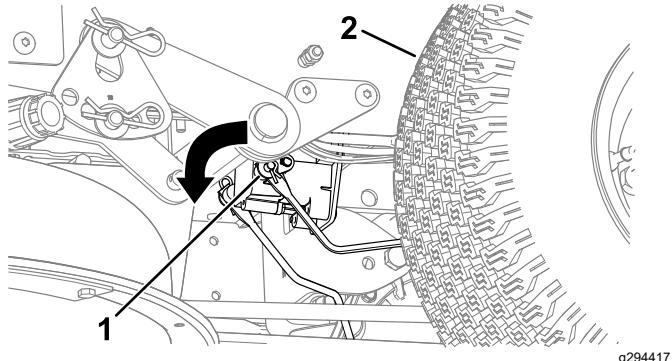

Рисунок 53
3. Найдите вал на электрическом тормозе, к которому подсоединенны рычаги тяги тормоза (Рисунок 53).